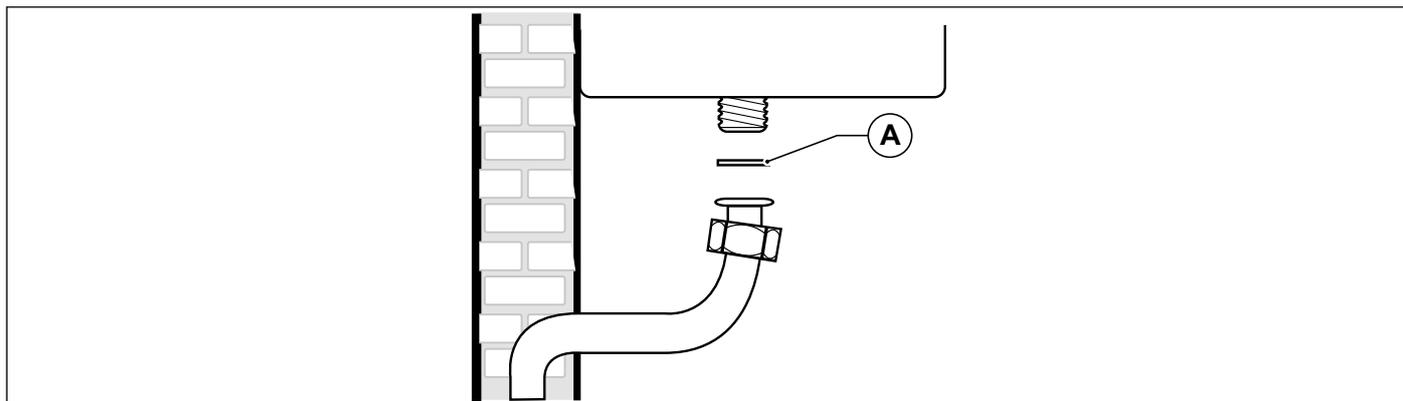

Fig. 23 Raccordement au réseau de gaz
**Pour brancher la connexion de gaz de la chaudière à la tuyauterie d'alimentation, IL EST OBLIGATOIRE d'interposer un joint (A) de butée étanche ayant les dimensions adéquates et d'un matériau approprié (voir Fig. 23 Raccordement au réseau de gaz).**